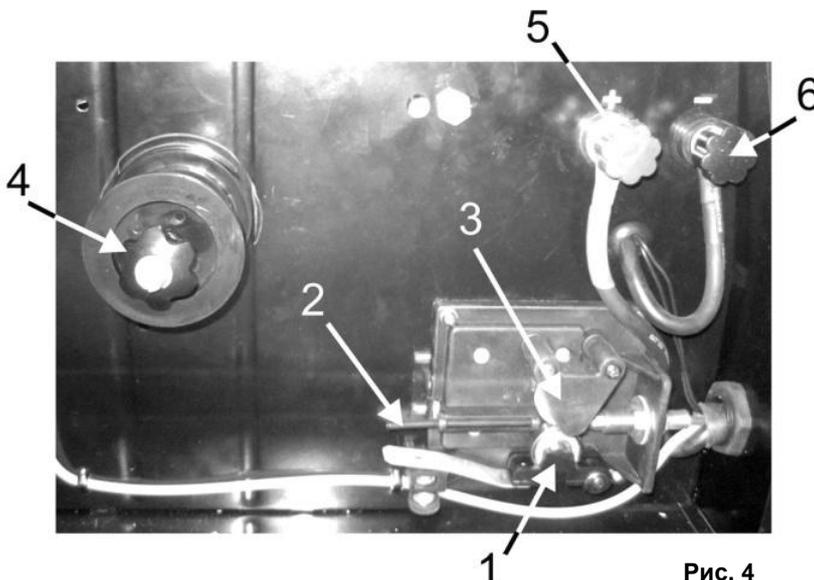

Рис. 4
- Открутите винт-фиксатор катушки (4)(См. Рис.4) со шпинделя.
- Открутите винт-фиксатор нижнего прижимного ролика (1)(См. Рис.4). Освободившуюся прижимную планку отведите вниз.
- В зависимости от диаметра применяемой сварочной проволоки переустановите подающий ролик (3)(См. Рис. 4; 5) - на торце ролика нанесены соответствующие цифровые значения диаметра.
- Поверните катушку в направлении против часовой стрелки и вставьте конец проволоки в направляющую трубку (2)(См. Рис.4), протолкните его на глубину примерно 5-10 см в направляющее отверстие сварочного рукава.